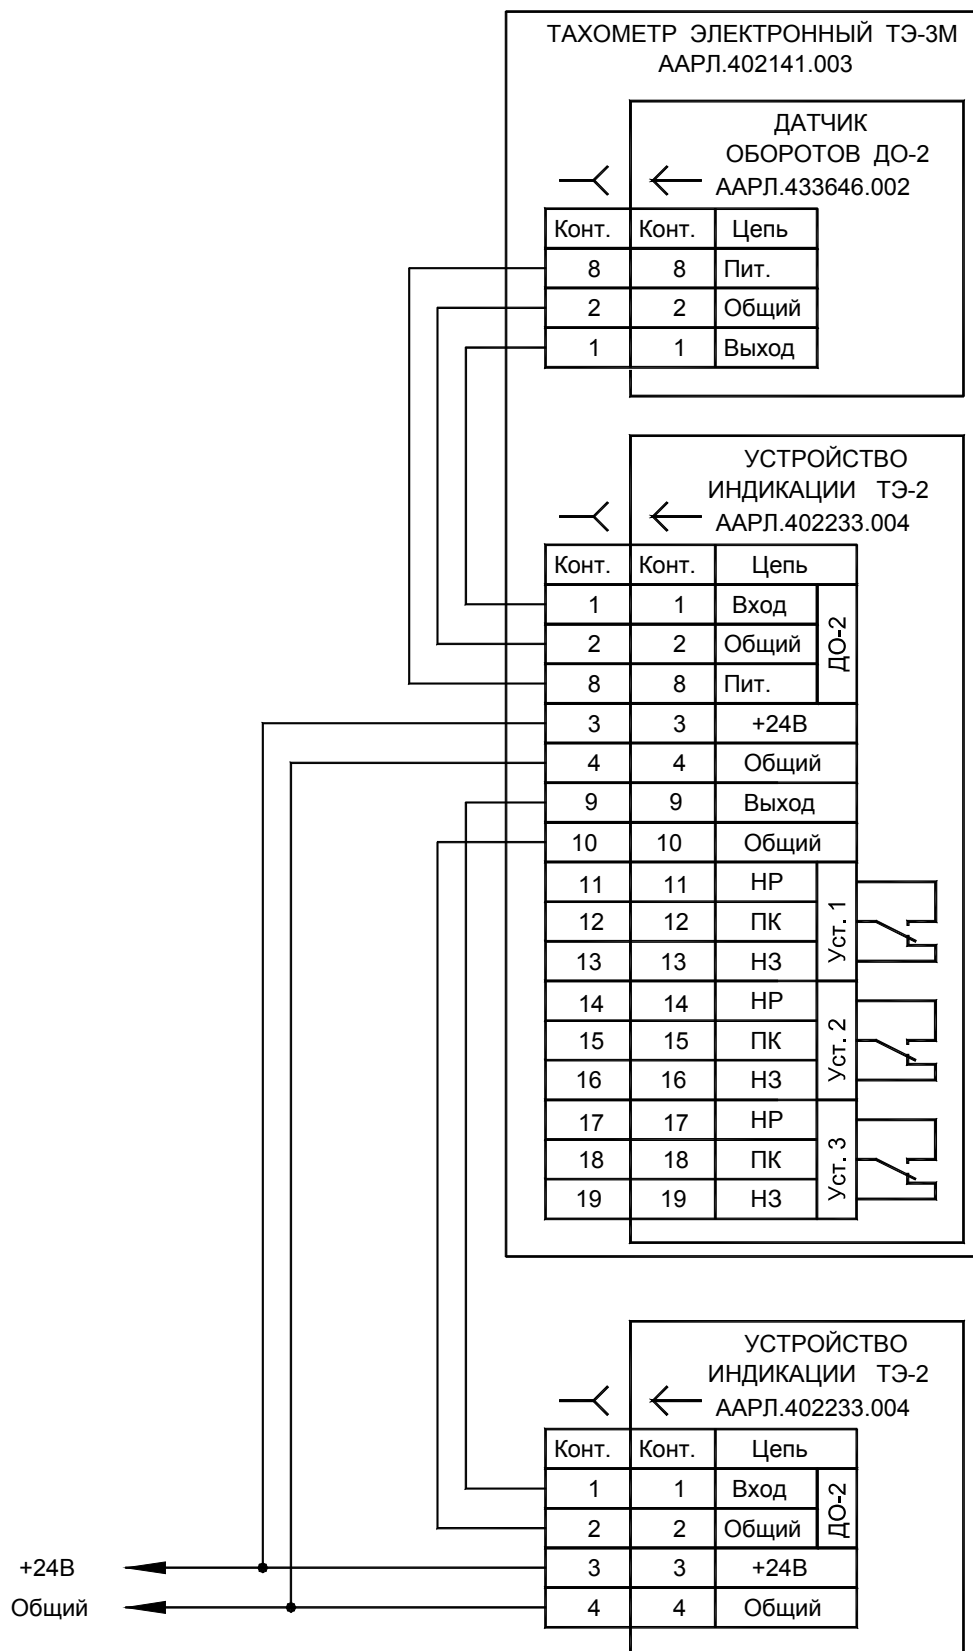

Рисунок 2 - Схема соединения
5.3.1 Монтаж выполнить согласно схемы соединения - рисунок 2. Использовать монтажный провод сечением 0,12 - 0,5 мм². Монтажные провода должны быть в экране. Экран должен быть заземлен.